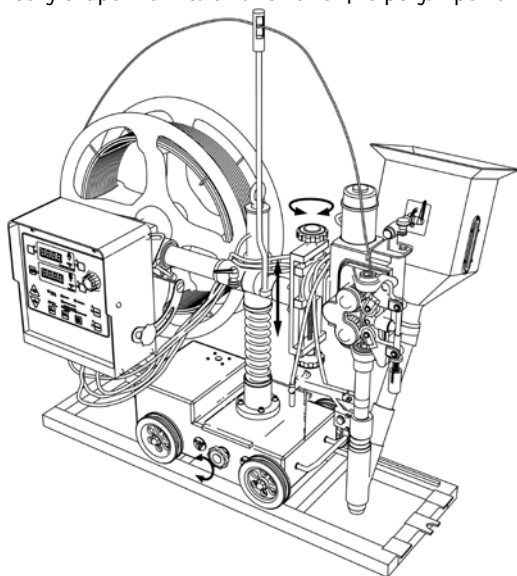

Рис. 8.7. Регулировка высоты сварочной головки.
6. Отрегулируйте высоту сварочной головки с помощью регулировки высоты (См. рис. 8.7).